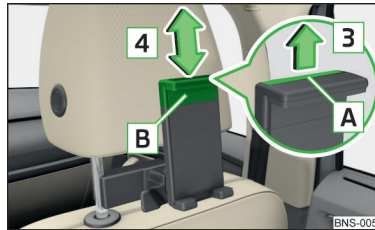

Fig. 139 Adaptez la dimension du support
- Pour **ajuster la taille du support**, tirez la languette **A** dans le sens de la flèche  et déplacez la pièce **B** dans la position souhaitée dans le sens de la flèche  » fig. 139.